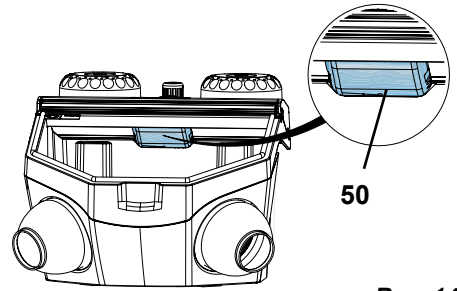

Rys. 13
- ⇒ Przy zbiornikach na piasek 25 - 70  $\mu\text{m}$  dysza dozująca musi zostać wyrównana (Rys. 13)!